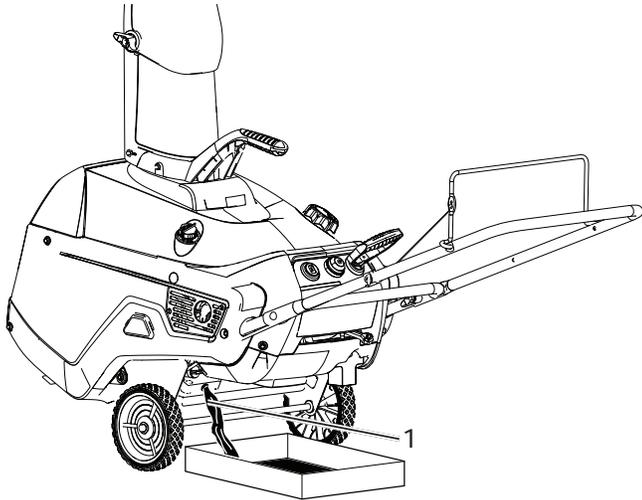

Figure 23
4. Placer un contenant sous le bouchon de vidange d'huile, retirer le bouchon de vidange d'huile, puis basculer la souffleuse à neige vers l'arrière et laisser l'huile usée s'écouler dans le carter de vidange d'huile (Figure 23).